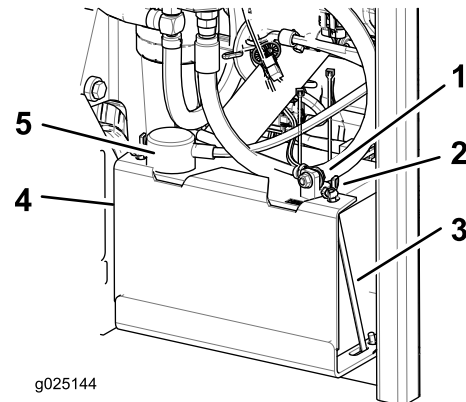

Figura 47
3. Desconecte el cable negativo (negro) de la batería del borne negativo (-) de la batería (Figura 47).
4. Retire la cubierta de goma roja del borne positivo (rojo) de la batería y retire el cable positivo (+) (Figura 47).
5. Retire las tuercas de orejeta que sujetan los ganchos (Figura 47).
6. Retire la abrazadera (Figura 47).
1. Coloque la batería en la bandeja, con los bornes frente al depósito de aceite hidráulico (Figura 47).
4. Fije los cables con 2 pernos, 2 arandelas, y 2 contratueras (Figura 47).
6. Instale la abrazadera y sujétela con las tuercas de orejeta y los ganchos (Figura 47).